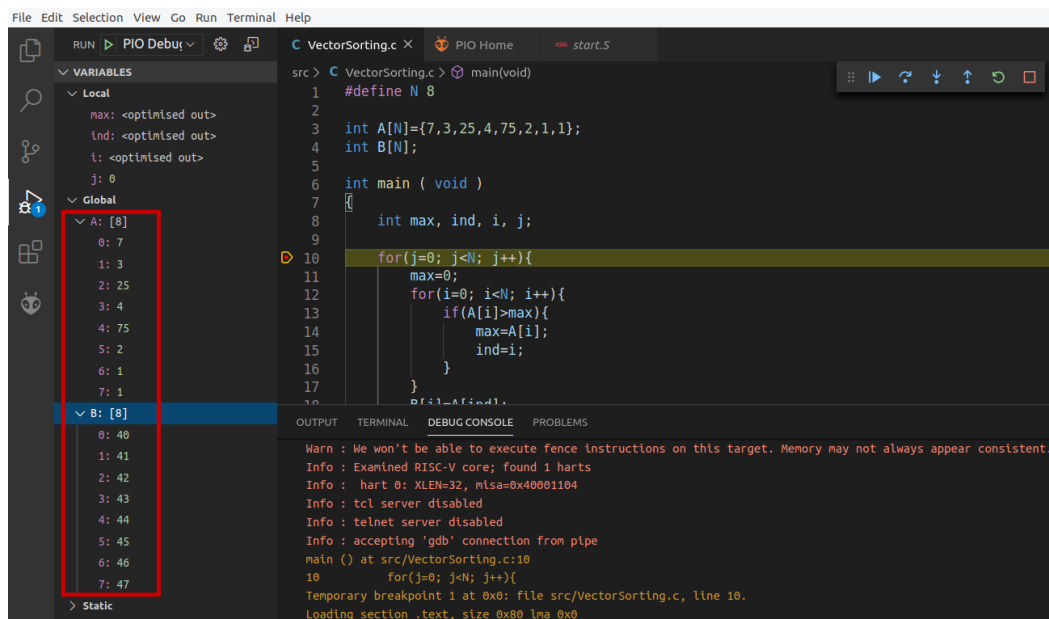

Figura 72. A execução para no início do programa
3. Coloque um *breakpoint* na linha 10 e inicie a depuração. A execução irá parar no início da linha do ciclo `for` (Figura 72). Expanda a secção *VARIABLES* na barra lateral do depurador e analise os valores dos vetores A e B (destacados a vermelho na Figura 72).